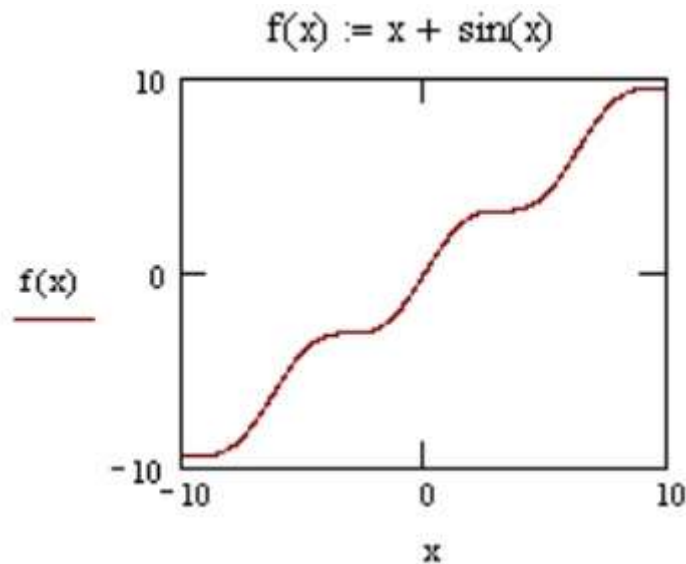

Рис. 1. График функции  $f(x) = x + \sin(x)$ , построенный автоматически
5. В среднее поле оси ординат ввести имя функции, например  $f(x)$  (рис. 1).